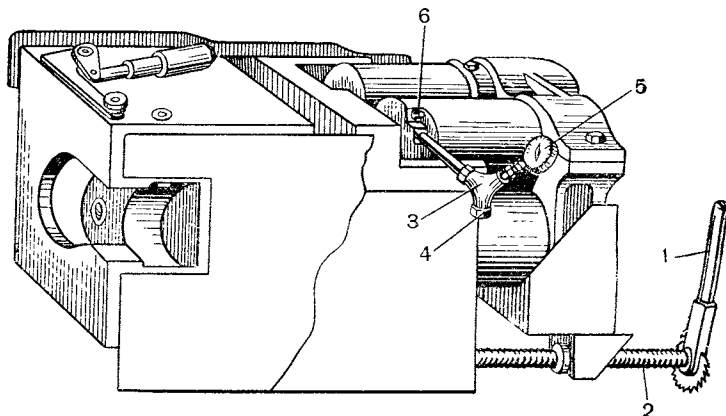

Рис. 65. Определение количества жидкости в накатнике:
3. Вывинтить ключом (42—14) из дна цилиндра крышки 6 (рис. 65).